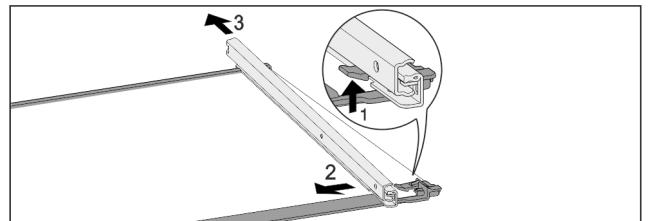

Fig. 44 Tablette en verre avec rails
- ▶ Pousser le crochet d'enclenchement avant vers le bas. Fig. 44 (1)
- ▶ Pousser le rail télescopique vers le côté Fig. 44 (2) et vers l'arrière Fig. 44 (3).